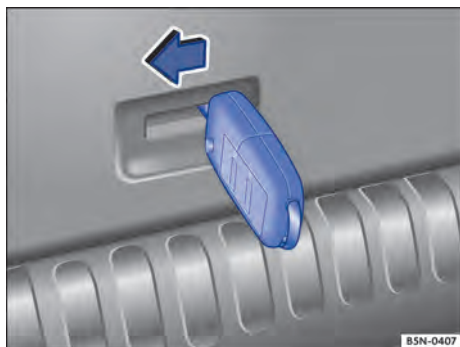

Fig. 217 A partir do compartimento de bagagem: destravar emergencialmente a tampa traseira com a chave do veículo.
- Inserir a haste da chave do veículo na abertura do revestimento da tampa traseira e pressionar no sentido da seta ⇒ Fig. 217, para destravar a tampa traseira.